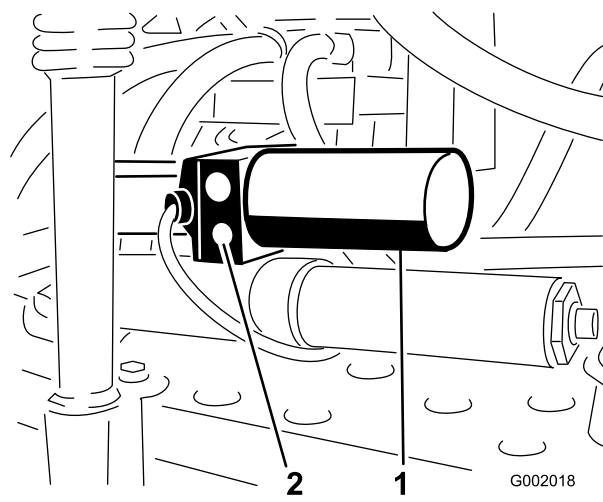

Figura 72
1. Localice la válvula de alivio manual en el actuador de cada brazo. La válvula de alivio manual es la válvula más pequeña, y se encuentra solamente en un lado del cuerpo del actuador (Figura 72).